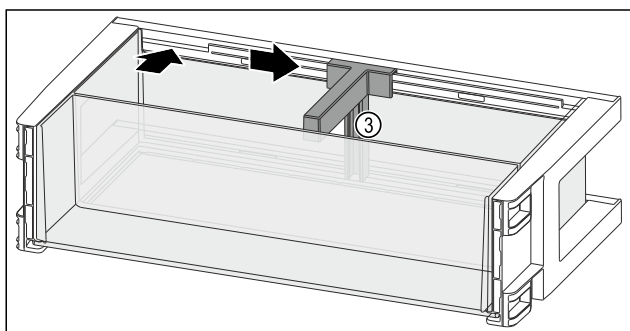

Fig. 136
- Držač za boce Fig. 136 (3) umetnite u otvor.
- Držač za boce Fig. 136 (3) pogurnite u željeni položaj na stranu.